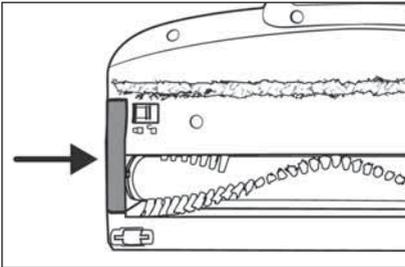

Abb. 27
- 6) Setzen Sie den Bürstenrollenhalter **20** wieder in die Bodenbürste **22** ein. Drücken Sie ihn nach unten, bis er mit einem Klickgeräusch in die Bodenbürste **22** einrastet (siehe Abb. 27).